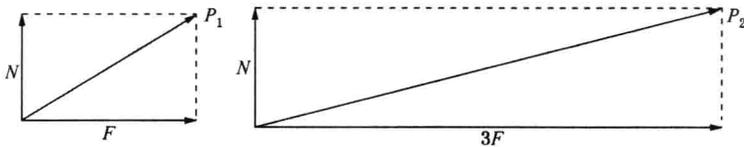

图 1A411020-1
1. 如图1A411020-1所示, P_1 、 P_2 分别为两个相互垂直力的合力。关于 P_1 、 P_2 的关系, 正确的是()。[2010年真题]